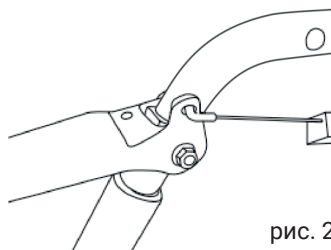
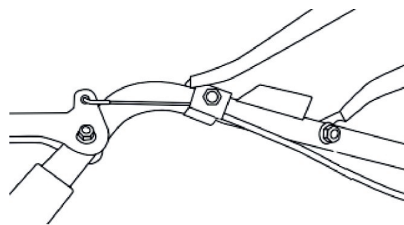

рис. 21
рис. 22
1. Прикрепите ручку к панели управления и закрепите её болтами вместе с держателем кабеля (рис. 21) или шайбами (рис. 22).